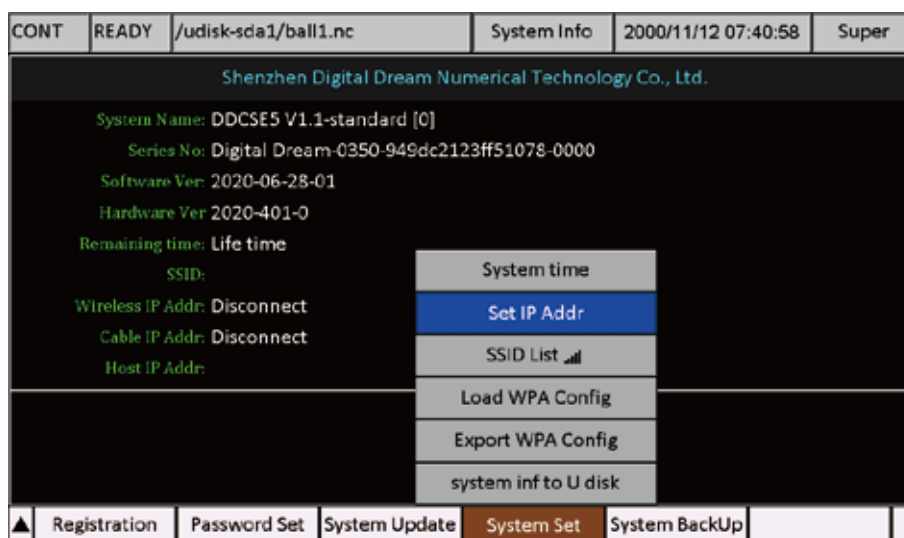

Figure 8-38 Установить IP-адрес
- 2) Нажмите клавишу F4 и выберите “Установить IP-адрес”, как показано на рис. 8-38;